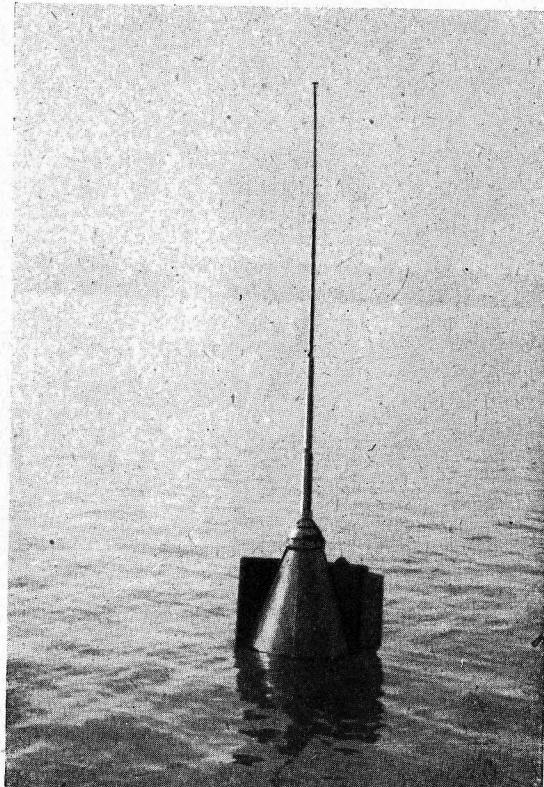

Abb. 1: Abgeworfenes FuG 302,
Das Funkgerät FuG 302 dient als abwerfbare, schwimmende Funkstelle für einmaligen Einsatz (Abb. 1 und 2).
- b) Trimmerkondensator Pos. Nr. 323b des Antennenschwingkreises (Abb. 1, Anlage 2).